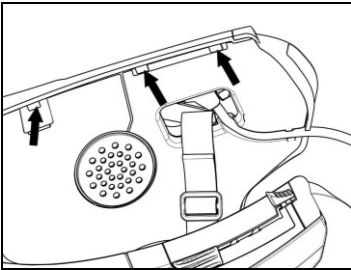

Abb. 15
- Positionieren Sie den Plastiküberzug des Wangenteils so, indem Sie ihn hinter den beiden Anschlaghaken anbringen (Abb. 15).